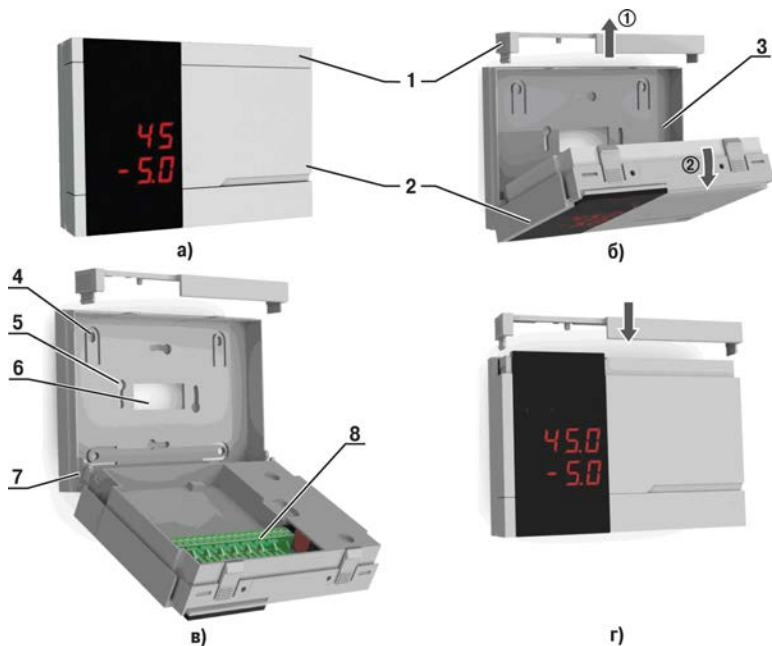

Рисунок 5.2 - Монтаж прибора настенного исполнения H2
Подготовить прибор для выполнения монтажа. Для этого необходимо снять фиксирующую планку (поз.1, рисунок 5.2б) и отсоединить электронный блок (поз.2, рисунок 5.2б) от кронштейна (поз.3, рисунок 5.2б).
- 2) Закрепить кронштейн четырьмя винтами на поверхности, предназначенной для установки прибора. На кронштейне имеется восемь отверстий двух типов: для настенного крепления (поз. 4, рисунок 5.2в) и крепления на стандартный круглый подрозетник с диаметром 60 мм (поз. 5, рисунок 5.2в). Перед закреплением кронштейна на стене необходимо предварительно пропустить кабели внешних связей через специальное отверстие для кабельного ввода (поз. 6, рисунок 5.2в).
- 3) Вставить электронный блок прибора в специальные пазы (поз. 7, рисунок 5.2в), расположенные на кронштейне;
- 4) Выполнить монтаж внешних связей. Монтаж внешних связей выполняется с помощью разъемного соединителя (поз.8, рисунок 5.2в), расположенного на тыльной стороне электронного блока (более подробно см. п. 5.2).
- 6) Надеть фиксирующую планку (рисунок 5.2г).